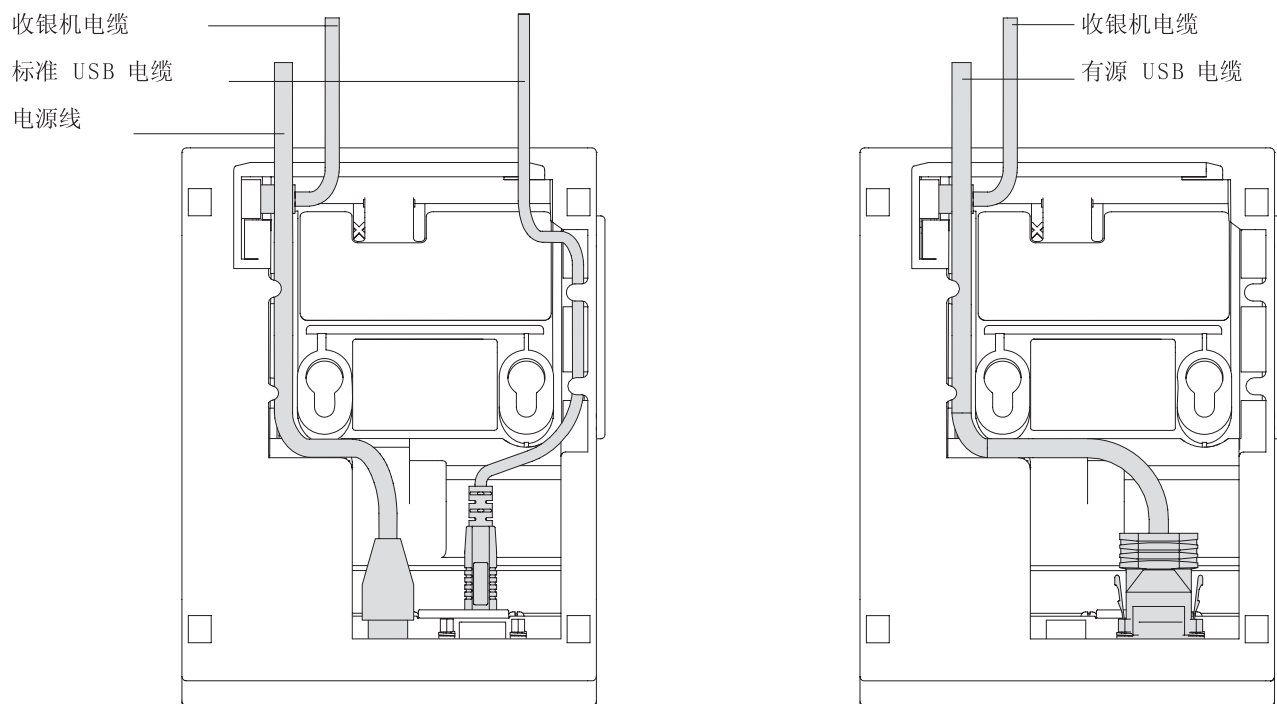

图 10. 单站 SureMark 打印机的 USB 电缆布线
3. 对于单站打印机,请如第 18 页的图 10 所示对所有电源线和电缆进行布线。